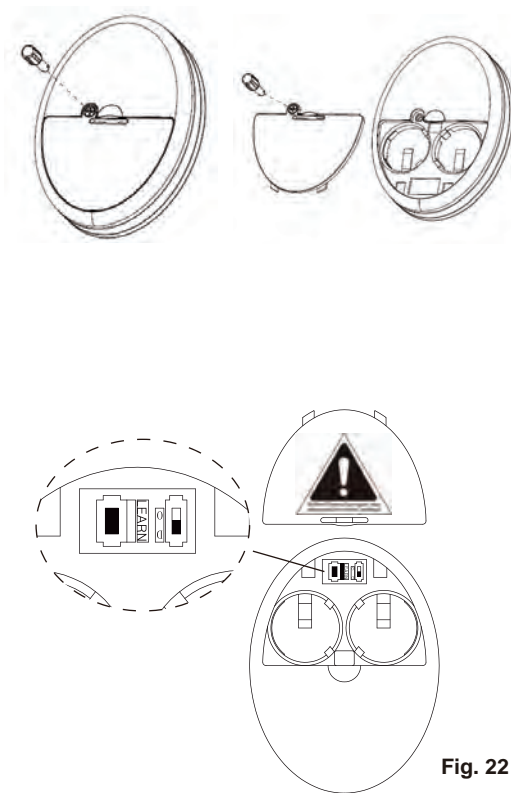

Fig. 22
ACTIVANDO EL PROCESO DE APRENDIZAJE (Fig. 22)
2. Al acabar la instalación, la alimentación de CA se enciende dentro de los 30 segundos, mantenga presionado el botón APRENDER durante 3 segundos. El ventilador se encenderá a velocidad media y la luz (si se instala) se encenderá. Esto confirma que el ajuste SMART SYNC está activo y correcto. (Fig. 22)
SELECTOR DE FUNCIÓN DE LUZ (Fig. 22)